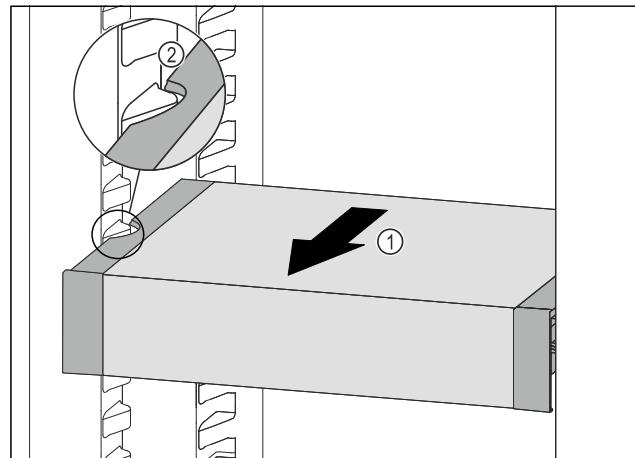

Fig. 111
- Trageți în față VarioSafe Fig. 111 (1), până când degajările laterale ale VarioSafe se află la înălțimea nervurii recipientului din frigider. Fig. 111 (2)